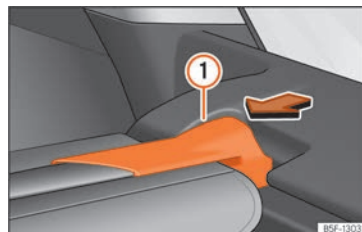

Fig. 127 Dans le coffre à bagages : démontage de la plage arrière.
- Appuyez sur le support de la plage arrière » » fig. 127 ① dans le sens de la flèche.
- Insérez le support de la plage arrière »» fig. 127 ① dans le logement de l'autre côté.